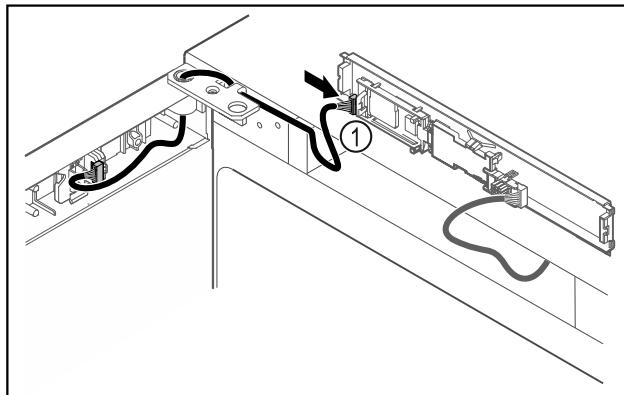

Fig. 48
- Zapojte zástrčku Fig. 48 (1) na doske plošných spojov.